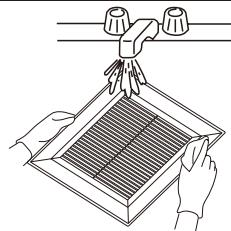

Fig.14
2. Lavez et nettoyez la grille. (Ne placez pas dans l'eau chaude. Utilisez une solution d'eau savonneuse. Essuyez avec un chiffon propre.) (Fig.14)